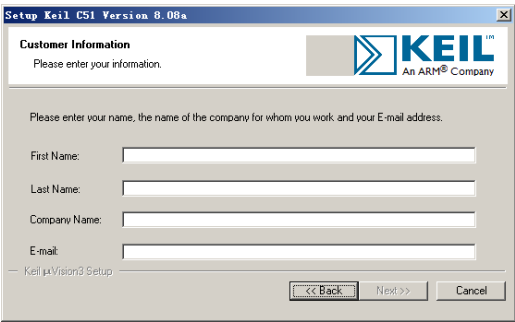

图 3-4 用户信息输入
(4) 从中选择前面的安装目录，单击“Next”按钮，此时进入用户信息输入界面，如图 3-4 所示。